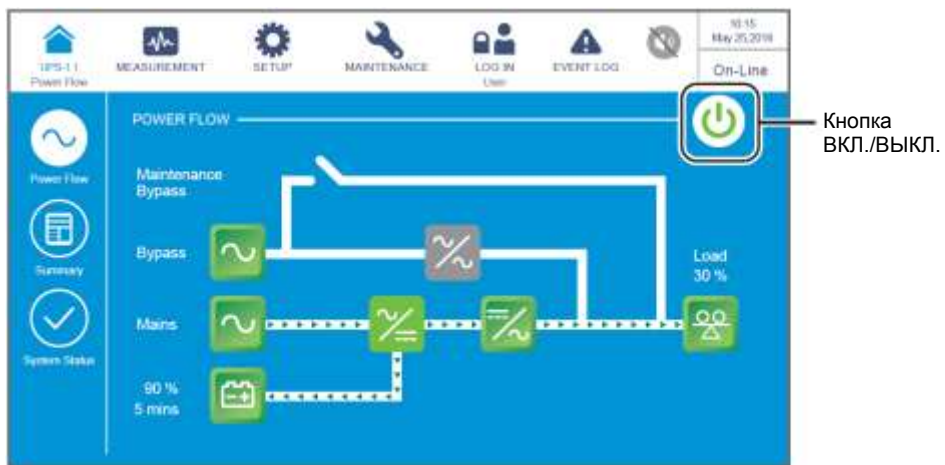

Рисунок 6-45: Экран режима двойного преобразования, кнопки имени пользователя и ВКЛ./ ВЫКЛ.
- 1) В режиме двойного преобразования на ЖК-дисплее отображается следующий экран (*Рисунок 6-45*), а трехцветный светодиодный индикатор горит зеленым. Расположение трехцветного светодиодного индикатора см. на *Рисунке 2-11*.